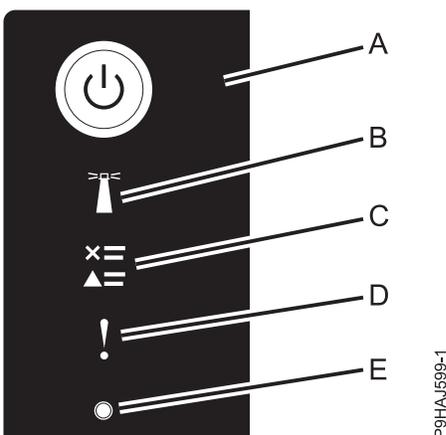

Figure 34. Voyants du panneau de commande
- Le voyant d'alimentation (A) clignote, comme indiqué dans la figure suivante.
3. Appuyez sur le bouton de mise sous tension (A) du panneau de commande, comme indiqué dans la figure 34.